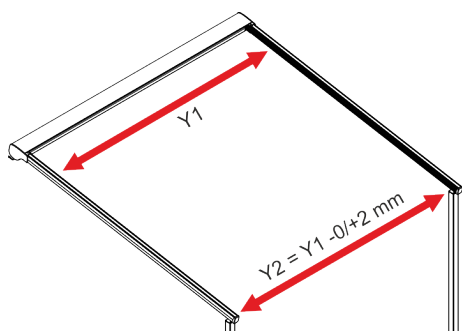

Abb. 39: Markise ausrichten
2. ➤ Breite zwischen den Innenkanten der Führungsschienen auf Höhe der Montagehalter prüfen und einstellen (Abb. 39).